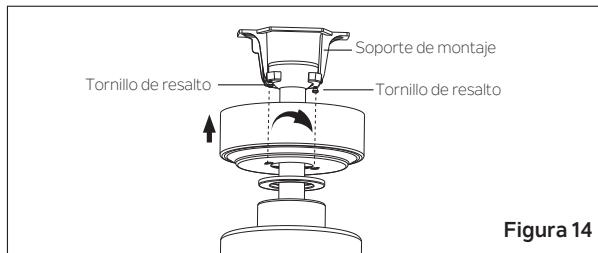

Figura 14
Paso 1. Afloje los dos tornillos de resalto en la parte inferior del soporte de montaje (no los retire). (**Figura 14**)